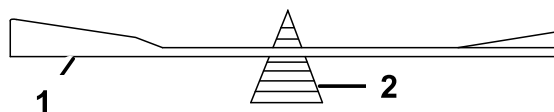

Figura 64
2. Controllate l'equilibrio della lama posizionandola su un bilanciatore (Figura 64).